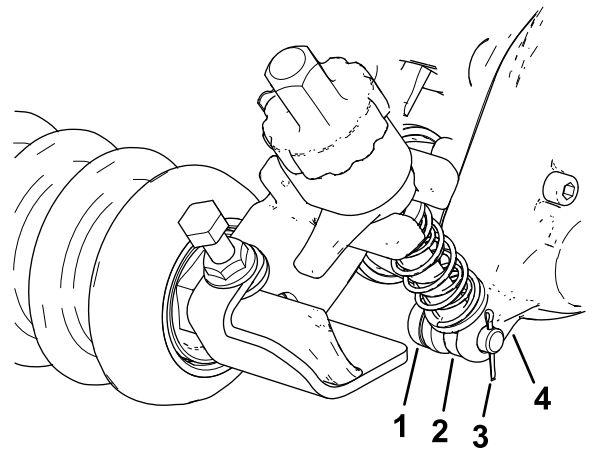

图11
2. 如图11所示，在左侧，将剪草高度支架的调整臂杆滑入驱动箱上的间隙，然后用调节销和开口销固定。